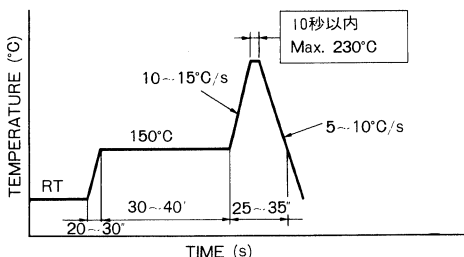

Fig. 15
1) ハンダリフロー法による場合、Fig. 15 に示す温度プロファイルを目安としてご使用願います。
- 1) When you use solder reflow method, use the temperature profile show in Fig. 15 as a guideline.